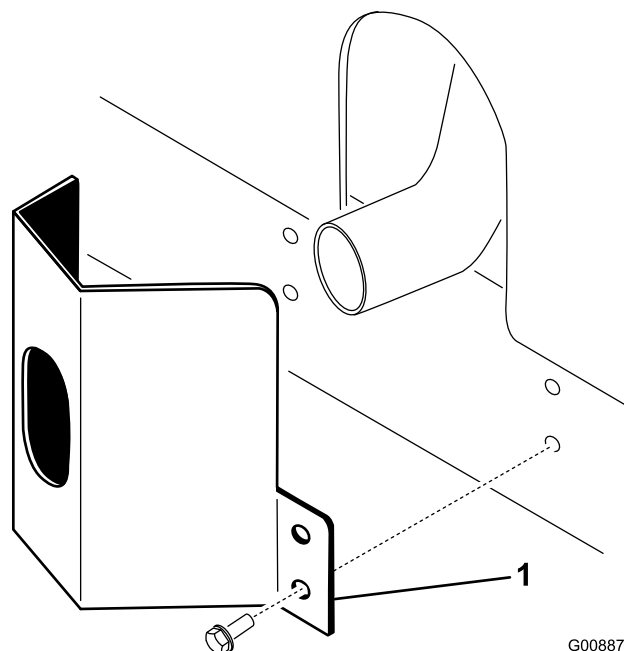

Figura 8
1. Collocate la protezione della marmitta attorno al silenziatore, allineando contemporaneamente i fori di fissaggio con i fori nel telaio (Figura 8).
2. Fissate la protezione della marmitta sul telaio con quattro viti autofilettanti (Figura 8).